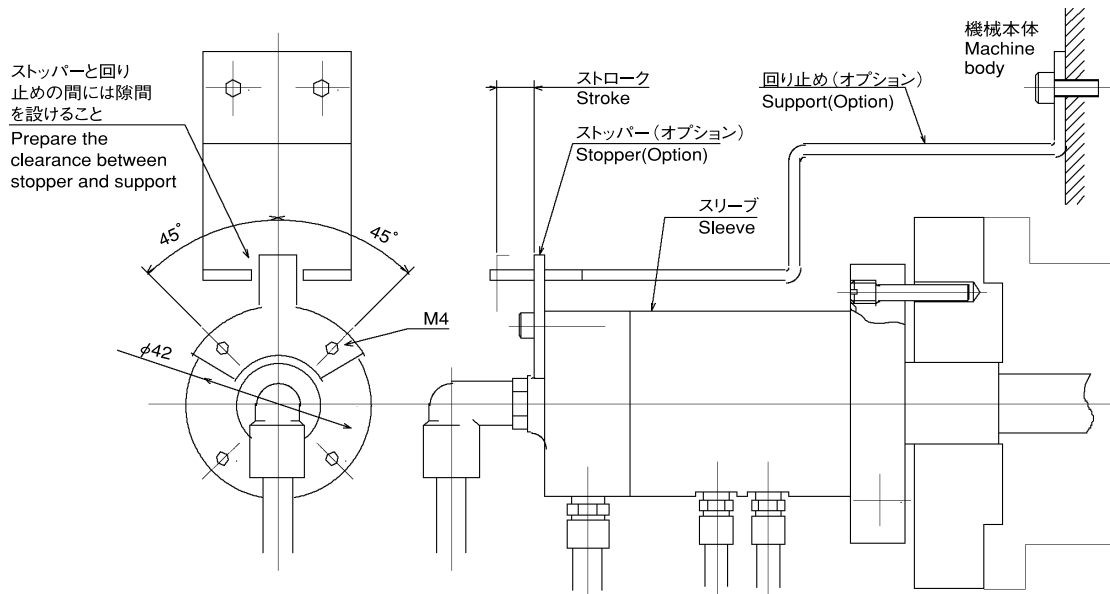

図4 Fig.4
- ⑧ 図4のように、スリーブの回り止めを設けてください。
8. Prepare the support for sleeve as shown in Fig.4.
- スリーブの回り止めは図4のように隙間を設けること。ボルトなどでスリーブを直接固定した場合、エアフィードチューブの焼き付きや破損を招き、チャックへのエア供給が遮断され、工作物が飛散し危険。
- Ensure a clearance for the sleeve lock as shown in Fig.4. If the sleeve is fixed directly with bolts, etc., the air feed tube gets seized or damaged and air supply to the chuck is interrupted, causing the workpiece to fly out.